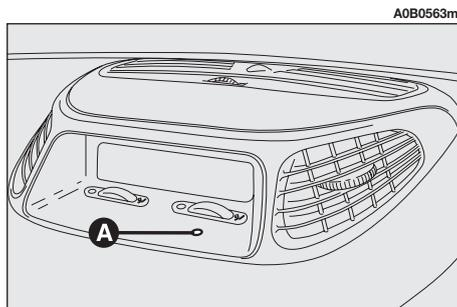

fig. 9
L'inserimento dell'allarme è preceduto da una fase di autodiagnosi caratterizzata da una diversa frequenza di lampeggio del led di deterrenza (**A-fig. 9**) posto su plancia. In caso di anomalia rilevata il sistema emette un ulteriore "BIP" di segnalazione.
Dopo l'inserimento, l'accensione lampeggiante del led di deterrenza (**A-fig. 9**) posto sulla plancia, indica lo stato di sorveglianza del sistema. Il led lampeggia per tutto il tempo in cui il sistema rimane in sorveglianza.
**AVVERTENZA** Nel caso che a disinserimento del sistema avvenuto il led (**A-fig. 9**) in vettura rimanga acceso (massimo 2 minuti o fino al posizionamento della chiave di avviamento in posizione **MAR**) è necessario ricordare quanto segue: